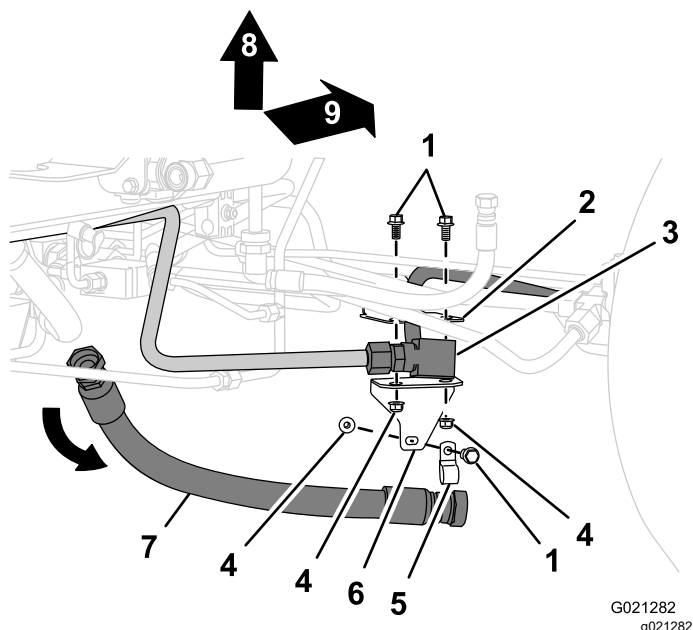

**Figura 2**
1. Alinhe um recipiente de escoamento com a extremidade frontal da mangueira de pressão (Figura 2).
3. Remova a extremidade traseira da mangueira de pressão da união na bomba hidráulica e remova a mangueira de pressão; consulte a Figura 2 e a Figura 3.
2. Remova a porca do tubo para a mangueira transversal da união no coletor de tração traseiro (Figura 2 ou Figura 3).
3. Remova a porca do tubo para o tubo do filtro da união no tubo transversal e remova o tubo transversal (Figura 2 ou Figura 3).
1. Remova o parafuso e a porca que fixam o tubo divisor ao suporte do tubo e remova a abraçadeira (Figura 3 ou Figura 2).
2. Remova os dois parafusos e as duas porcas que fixam o suporte do tubo ao suporte do chassi (Figura 3 ou Figura 2).
2. Remova a porca do tubo do tubo divisor da união em T no motor de tração esquerdo frontal e remova o tubo da máquina (Figura 2 ou Figura 3).